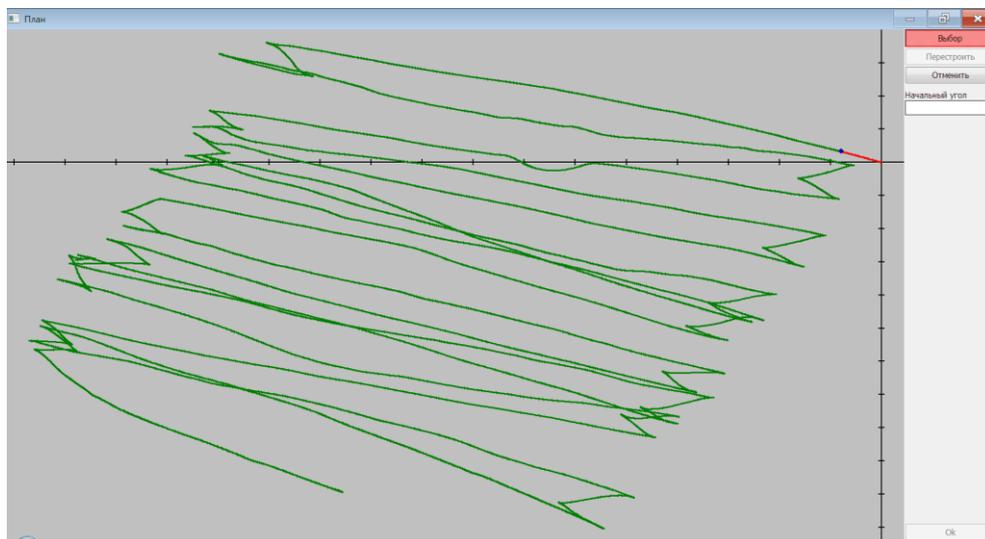

Рис. 24.5 - Установка точки начала прямолинейного участка
2. С помощью мыши отметить начало первого прямолинейного участка (появляется синяя точка, трек от неё и далее становится зеленым, Рис. 24.5).